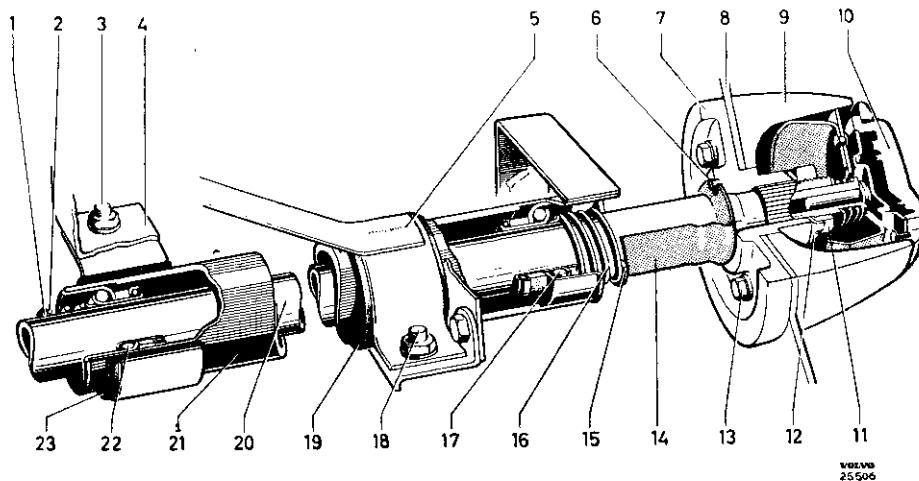

Abb. 43 Lenkspindellagerung, 1800 früh. Ausf.
- Feder und Lagersitz auf die obere Lenkspindel schieben. Bei 1800 darauf achten, daß der Sicherungsring in der Nut einfedert. Kontrollieren, daß die Gummibuchsen unter den Mantelrohrschele einwandfrei sind. Mantelrohr und übrige Teile der Lenksäule entspr. Abb. 43 oder 44 einbauen. Die Ausführung der Lenkspindellagerung entscheidet, welche Abbildung zutrifft.